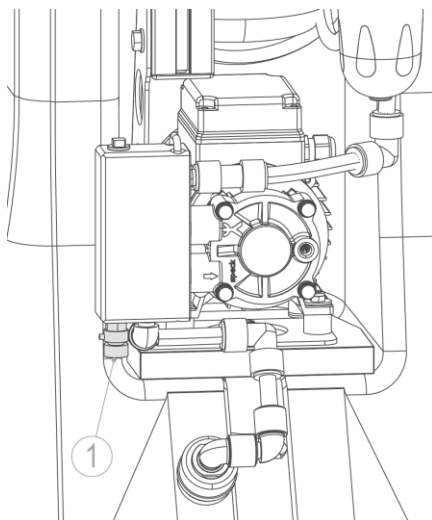

Fig. E-3 : Purge de la pompe de surpression
- La pompe de surpression est purgée lorsque le perméat s'écoule de la vanne de purge d'air/d'échantillonnage (voir fig. E-3, pos. 1). Fermer la vanne de purge d'air.